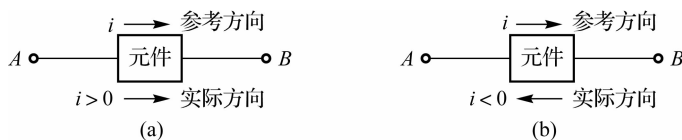

图 1-10 电流的参考方向与实际方向的关系
(7) 参考方向 and 实际方向的关系。在图 1-10(a) 中, 电流的实际方向和参考方向相同, i 为正值; 在图 1-10(b) 中, 电流的实际方向和参考方向相反, i 为负值。